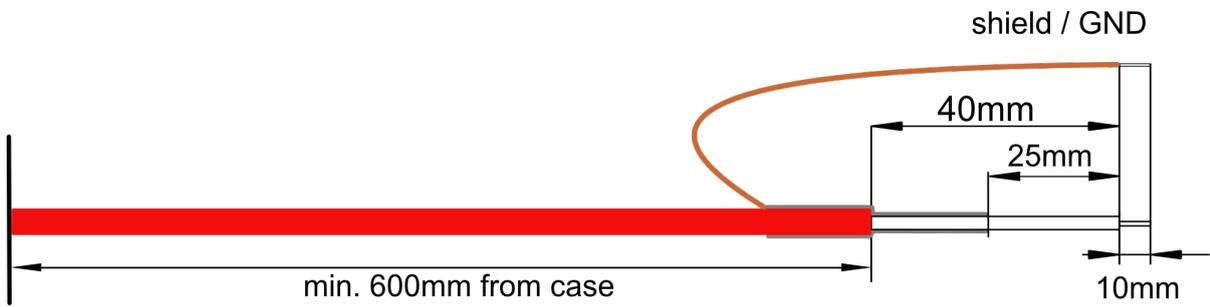

图9: 高压电缆连接
注意事项: 1) –稳定性、纹波和噪声的规格保证在2%•Vnom<Vout≤Vnom的范围内; 最小DPS的I _{set} ≥4%I _{nom} 2) –高压电缆的标准长度为600mm, 见图9: 高压电缆连接
1) -高压电缆的标准长度为600mm, 见图9: 高压电缆连接